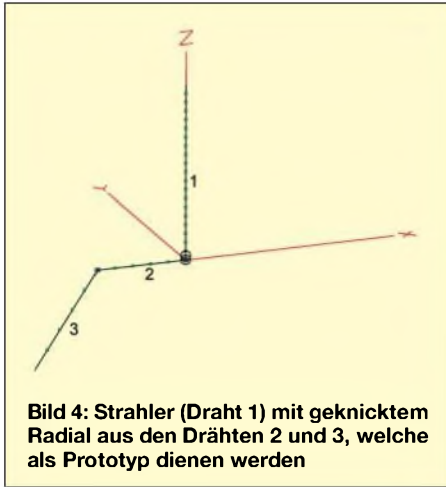

Bild 4: Strahler (Draht 1) mit geknicktem Radial aus den Drähten 2 und 3, welche als Prototyp dienen werden
Bild 4 zeigt die Anordnung mit dem Radial-Prototyp, dies ist die Datei (4)Vert1Winkelrad(a).ez. Nach Aufruf der automatischen Radialerzeugung ist als erster Draht (*first wire in group*) der zu vervielfältigenden Drähte Draht 2 zu nennen, dann als Letzter Draht 3 (*last wire in group*). Als Gesamtzahl wählen wir dieses Mal 9.
Dass es nicht immer so einfach klappt mit der automatischen Radialerzeugung und dass dabei auch gewisse Regeln einzuhalten sind, soll das nächste Beispiel zeigen. Drähte 1 und 2 wie in Bild 4 gezeigt, Draht 3 von *End 1* x/y/z = -1,3/0/0 nach *End 2* -2,6/0/-0,3 und Draht 4 von *End 1* x/y/z = -1,3/0/0 nach *End 2* -2,6/0/-0,6.